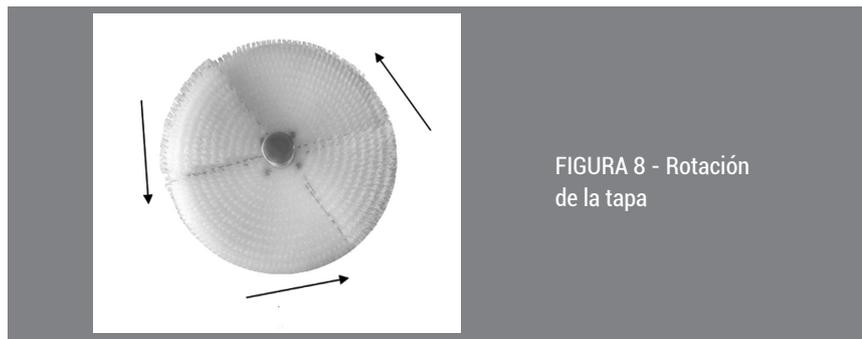

FIGURA 8 - Rotación de la tapa
- 3 Repita la misma operación, verificando que la tolva de alimentación gire a la izquierda (vea la figura 8) a través de la cubierta superior transparente y cerrada;